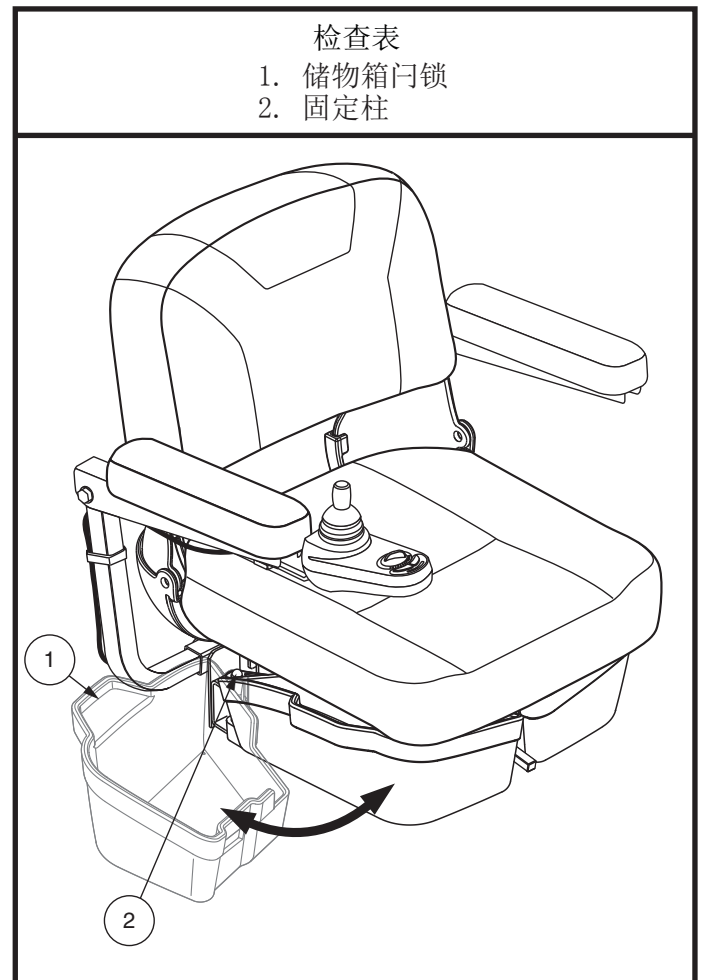

图 12. 座椅储物箱
1. 略微抬起座椅储物箱侧面闩锁（见图12），并摆动座椅储物箱使其分离轮椅车。
1. 略 抬起座椅储物箱侧面闩锁（见图12），并摆动座椅储物箱，直至完全打开。